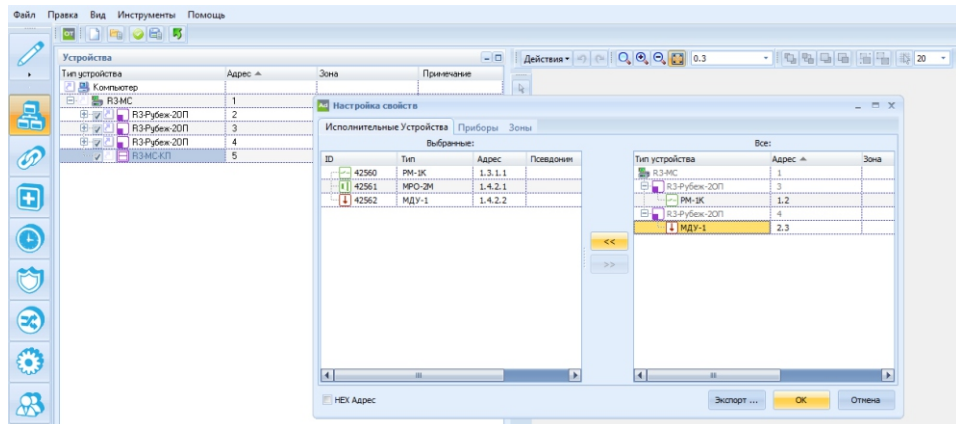

Рисунок 8.1
- с помощью открывшегося окна «Настройка свойств» создать базу R3-МС-КП содержащую ИУ, зоны, приборы, с которых в дальнейшем будет происходить считывание данных и управление ИУ по протоколу Modbus-RTU (рисунок 8.1).